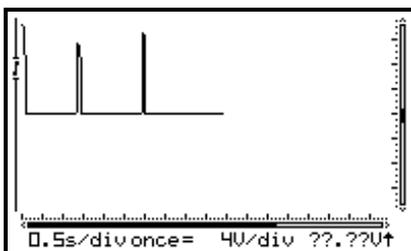

Fig 39
**"once"** = El muestreo empieza después del arranque. Después el osciloscopio se pone en modo "HOLD". Use esta posición para detectar p.ej. un pico de tensión breve, único. (Fig. 39)